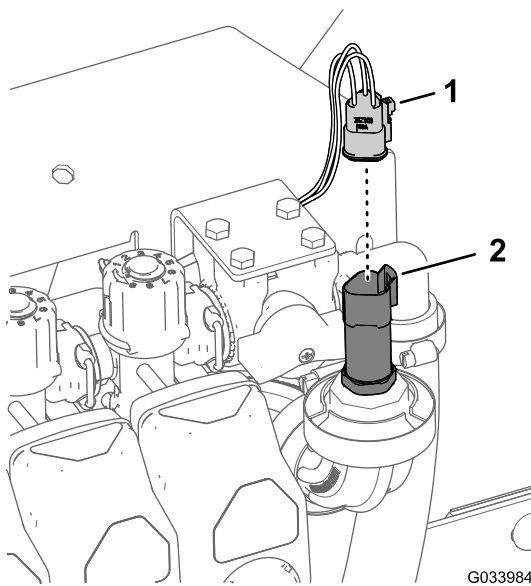

図 9
1. 水圧トランスデューサ用の3ソケットコネクタを外す 図 9。